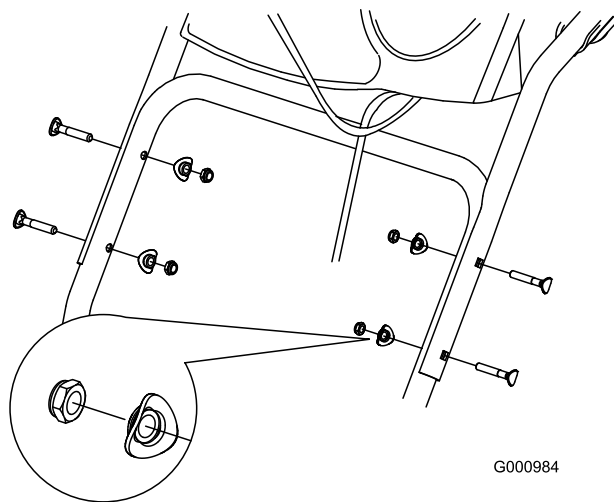

Figure 5
2. Fixez la partie supérieure du guidon au moyen de 4 boulons, 4 rondelles bombées et 4 contre-écrous pris dans le sachet de pièces détachées (Figure 5).